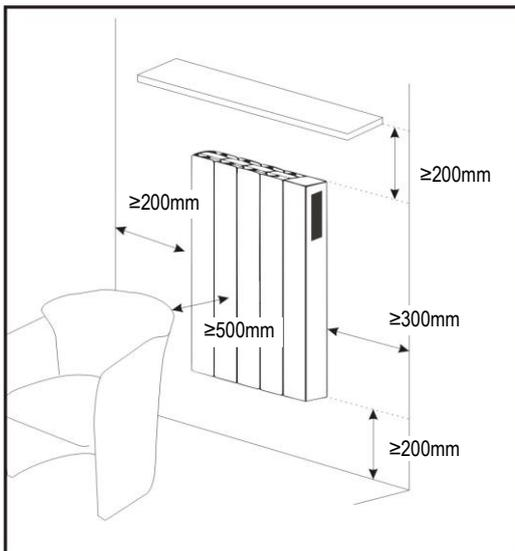

Abbildung 1
- Beachten Sie die Mindestabstände zwischen dem Heizkörper und den umliegenden Gegenständen. Abb. 1